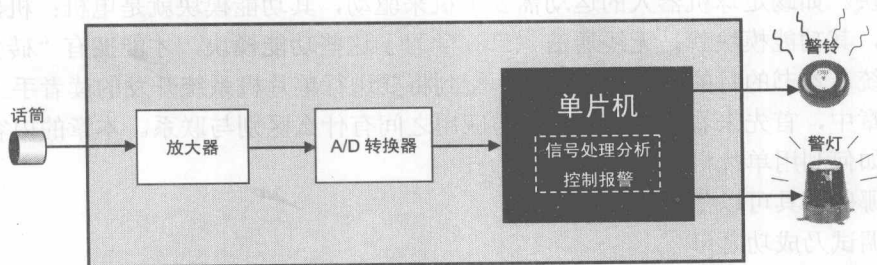
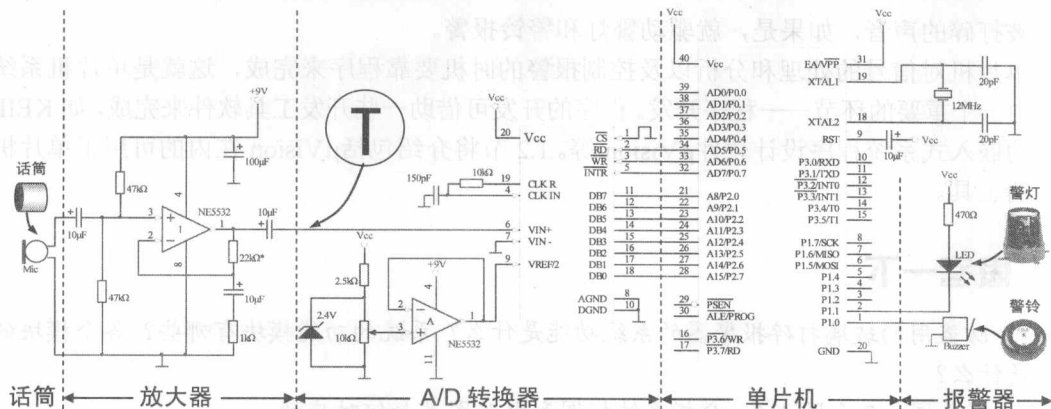
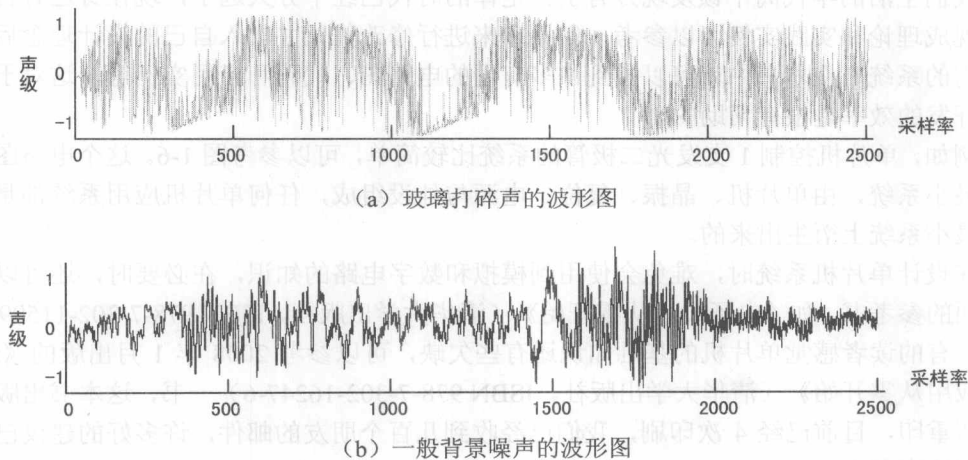

图 1-3 玻璃打碎报警器的系统结构框图
图 1-4 玻璃打碎报警器的系统电路图
图 1-5 玻璃打碎声和一般背景噪声的波形图
有了功能模块,并掌握了接口方法,就可以规划它们之间的关系。它们之间的关系呈现在纸上就是系统的结构框图,如图 1-3 所示(放大、A/D 转换的内容在后面的章节会有详细介绍)。
在如图 1-3 所示的系统结构框图中,话筒把声音信号转换成电信号,经过放大器的放大、A/D 转换器的数字化后输入单片机中进行处理和分析,如果判断出是玻璃破碎的声音信号,则驱动警灯和警铃发出警报。
根据系统结构框图,就可以开始设计实际系统的电路原理图(简称电路图)。电路图是对结构框图进一步的细化,用实际的电子器件取代结构框图中的模块,并使用导线具体化模块之间的关系,如图 1-4 所示。对照图 1-3 可以发现,电路图与系统框图是对应的,从左到右被虚线分成话筒、放大器、A/D 转换器、单片机、警灯和警铃等电路模块。
有的读者感觉图 1-4 太复杂，并惊讶它是怎么设计出来的，这种感觉表明这些读者对单片机系统设计是颇有兴趣的。本书将会用大量的笔墨来介绍如何设计类似图 1-4 的单片机系统电路图，目前只需要把系统框图和电路图结合起来了解一下即可。
注意，系统框图（图 1-3）的单片机模块中的白色字体的注释为：信号处理分析，控制报警，这是单片机将要完成的任务之一。想象一下，当报警器工作时，环境中有许多噪声，如马路上的汽车喇叭、人的说话声、小猫/小狗的叫声、他人轻轻敲击玻璃的声音等，这些声音与玻璃被打碎时的“噼里啪啦”响声是截然不同的，如果使用示波器观察图 1-4 中的节点 T 的信号，可以比较一般背景噪声（如图 1-5（b）所示）和玻璃被打碎时的声音的波形（如图 1-5（a）所示）。
2. 联系图 1-3 和图 1-4，分析系统框图和电路图是如何对应的。
3. 单片机能不能直接处理和分析如图 1-5 所示的信号波形？如果不能，信号应该做什么转换后再输入单片机中？
初学电子技术或单片机系统设计的朋友也许不知道类似图 1-4 和图 1-6 的电路图是怎么画出来的，这时可以参考介绍电路图设计的书籍，如《电路设计与仿真——基于 Multisim 8 和 Protel 2004》（清华大学出版社），从中能获得丰富的电路设计、仿真、电路图绘制和印刷电路板设计方面的知识。